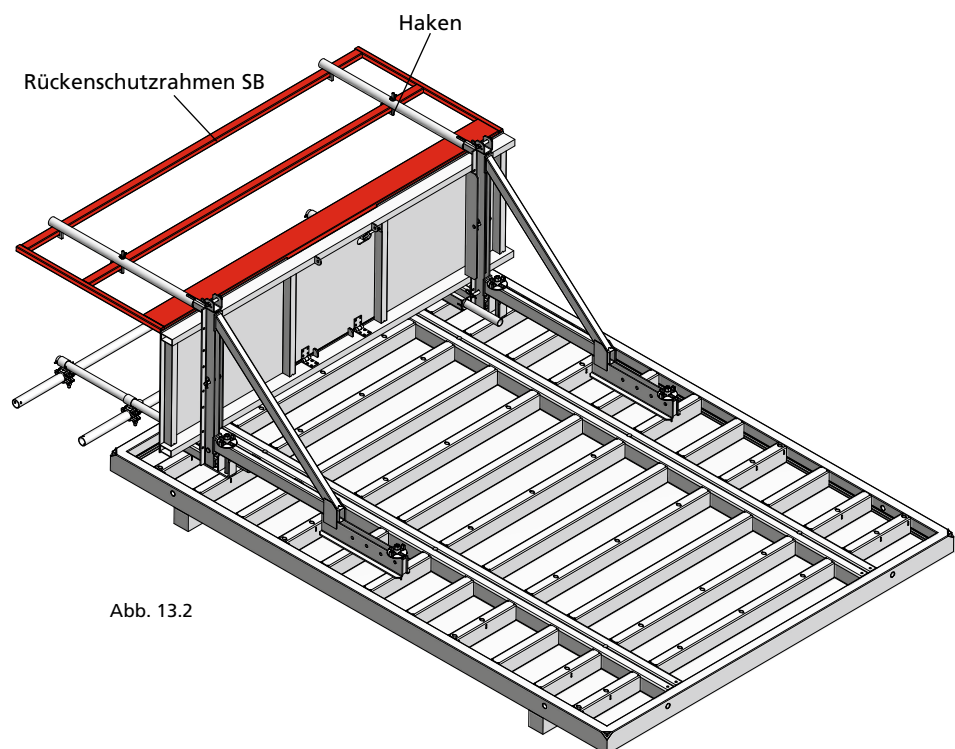

Abb. 13.2
7. Der zum Wandschalungselement passende Rückenschutzrahmen (Abb. 13.2 und Seiten SB-6 und SB-7) wird an den Rückenschutzpfosten SB befestigt. Der mittlere Holm des Rückenschutzrahmens wird mit den Haken der Rückenschutzpfosten fest verschraubt.